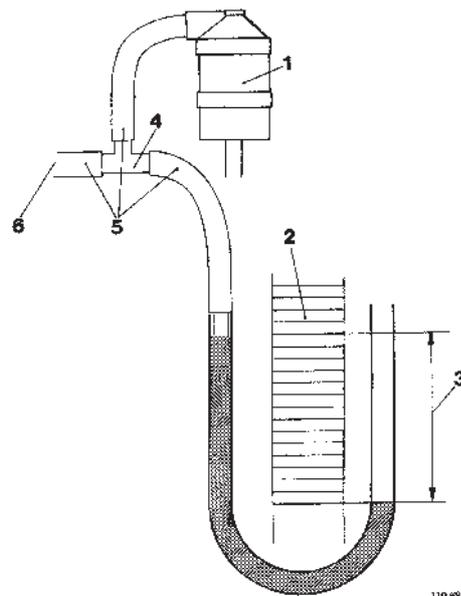

Fig. 160. Manomètre à liquide, branchement pour le contrôle de l'indicateur de chute de pression
1. Brancher l'indicateur de chute de pression comme le montre la figure 160.
2. Aspirer par le flexible (6). L'indicateur de chute de pression devra tourner au rouge pour une dépression de 440 à 560 mm colonne d'eau. Changer l'indicateur si celui-ci est défectueux.